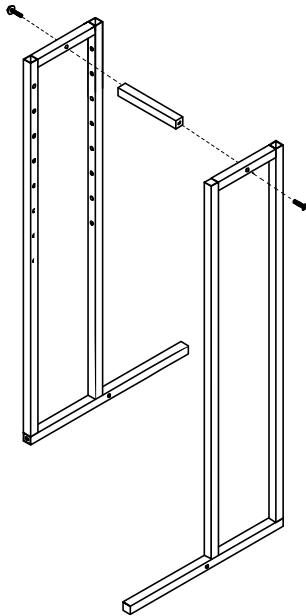

Figure 1
1. Reliez les deux cadres à l'aide de l'entretoise et deux boulons. (Voir Figure 1)